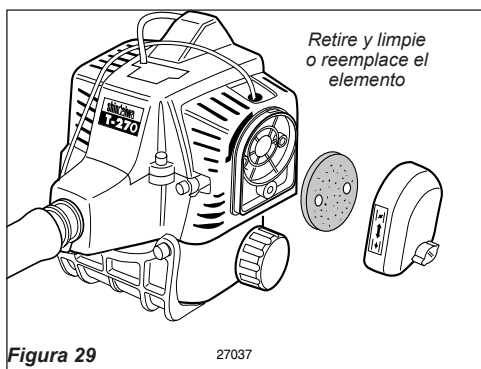

Figura 29
- Retire el elemento del filtro de aire. Consulte la figura 29. Limpie o reemplace como sea necesario. Para lavar el elemento: Lavelo meticulosamente con agua y jabón. Deje que seque antes de reinstalarlo.